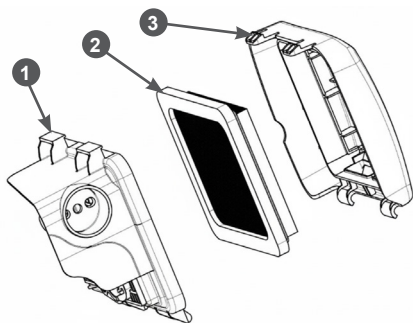

Рис. 16. Обслуживание воздушного фильтра
1. Нажмите на фиксаторы и снимите крышку 3 воздушного фильтра (Рис. 16).
2. Извлеките фильтрующий элемент 2 (Рис. 16).